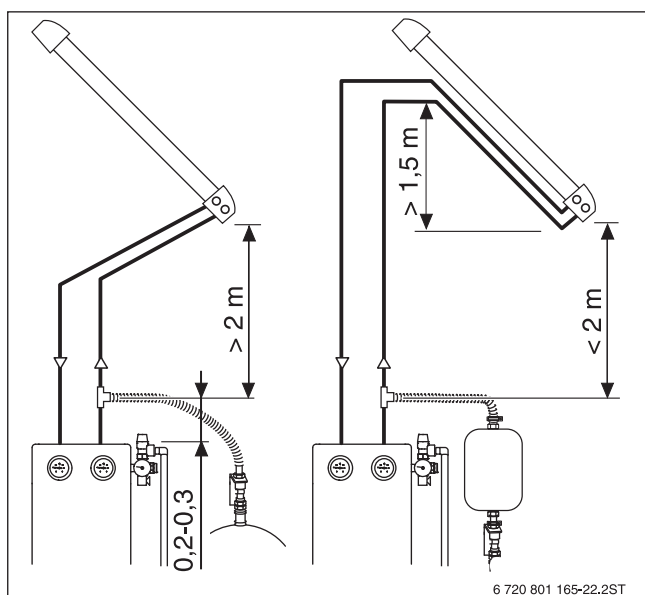

Bild 138 Abstand zum Kollektorfeld (SKR)
- Wenn die Mindestrohrleitungslänge oder der Mindesthöhenabstand **nicht** eingehalten werden kann: Am Kollektorfeld mit Vorlauf und Rücklauf einen „Leitungssack“ von mindestens 1,5 m Höhe bilden (→ Bild 138).